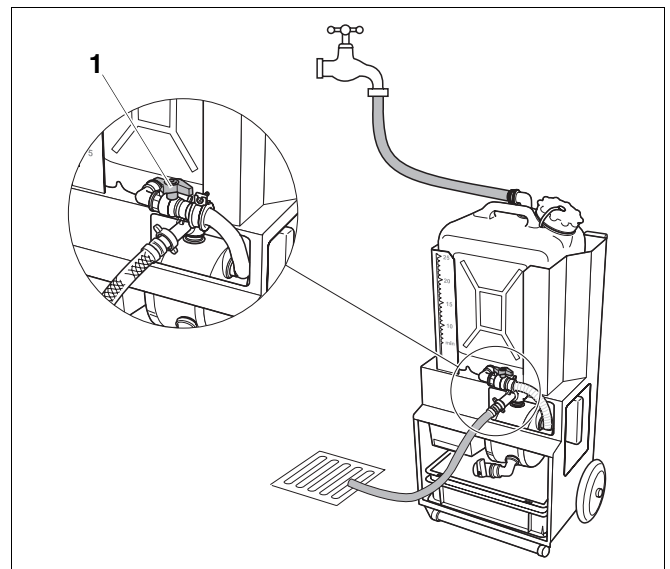

Abb. 21 Befüllpumpe spülen
- ▶ Schließen Sie den Rücklaufschlauch an einen geeigneten Wasserhahn an und füllen Sie den Behälter der Befüllpumpe mit ca. 25 Liter Wasser (Abb. 21).
- ▶ Öffnen Sie den Kugelhahn (Abb. 21, **Pos. 1**) am Saugschlauch und warten Sie einen Moment, bis die Pumpe vollgelaufen ist.